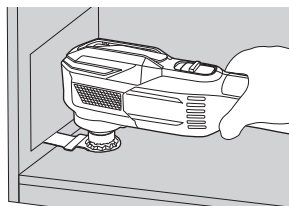

Fig. 14
- (1) Encienda la unidad y utilice el dial para ajustar la velocidad de la herramienta de aplicación.
- (2) Coloque con suavidad la herramienta de aplicación sobre el material y mueva la herramienta de aplicación hacia delante a un ritmo en el que el movimiento no sea ralentizado. (Fig. 14)